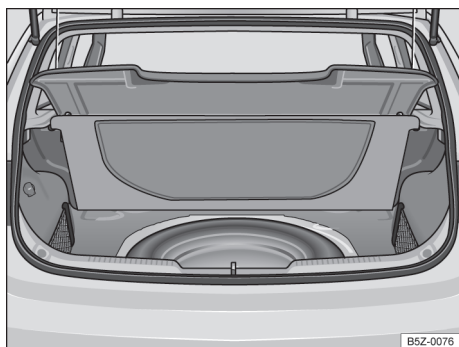

Fig. 117 No compartimento de bagagem embaixo do revestimento do assoalho: roda de emergência e ferramentas de bordo.
As ferramentas de bordo e a roda de emergência estão localizadas no compartimento de bagagem, sob o revestimento do assoalho → **Fig. 117**.
- Levantar o revestimento do compartimento de bagagem → **Fig. 117**.